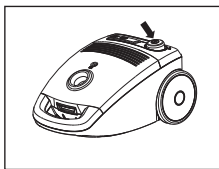

Rys. 5
3. Wyciągnąć przewód zasilający na odpowiednią długość, nie wolno przekraczać oznaczenia maks. długości (rys. 5). Nie wolno wyciągać kabla poza czerwony znak!